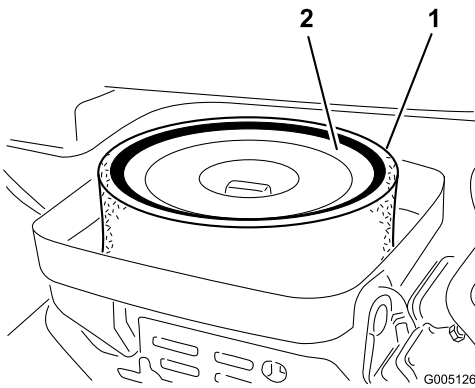

Figura 47
3. Si el elemento de gomaespuma está sucio, sepárelo del filtro de papel (Figura 47). Límpielo a fondo, de la manera siguiente: